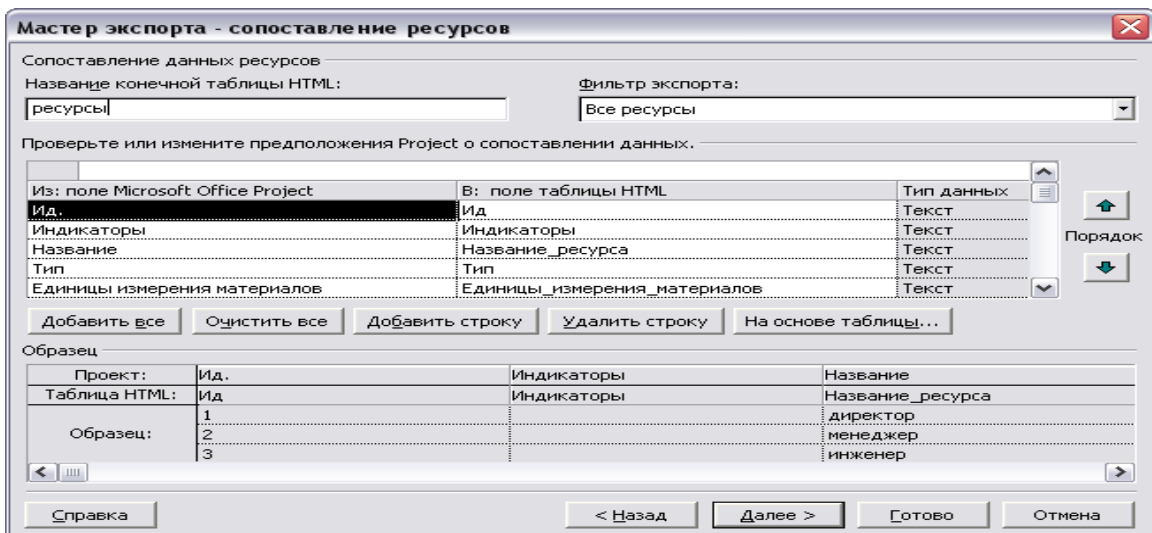

Рис. 39. Диалоговое окно «Мастер экспорта – сопоставление ресурсов»
4. В диалоговом окне «Мастер экспорта – сопоставление задач» левый столбец «Из: поле Microsoft Office Project» окажется заполнен названиями полей из таблицы «Суммарные данные» и каждому полю сопоставлено определенное значение в столбце «В: поле таблицы HTML». В нижней части диалогового окна «Мастер экспорта – сопоставление задач» просмотреть образцы полей с экспортируемыми данными. Выделить и удалить “неинтересные” поля «Ид.» и «% завершения задач» через кнопку «Удалить строку». Нажать кнопку «Далее» и перейти в следующее диалоговое окно «Мастер экспорта – сопоставление ресурсов» для выбора данных о ресурсах – рисунок 39.